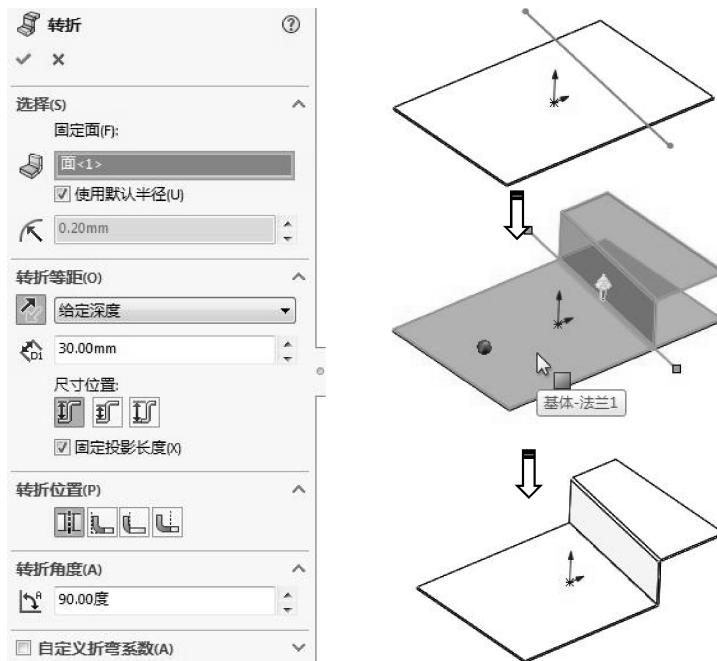

图 6-35 【转折】属性面板
- 02 单击【钣金】选项卡中的【转折】按钮 $\text{转折}$ ，显示如图 6-35 所示的【转折】属性面板。